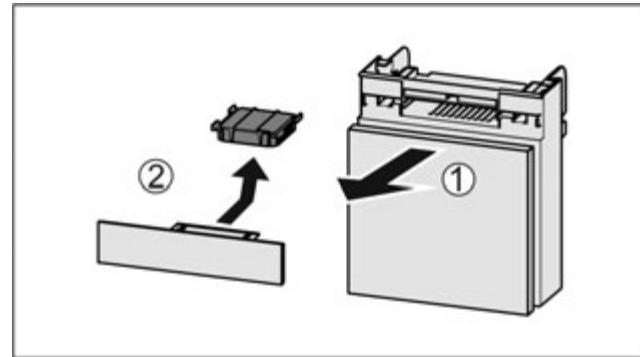

Fig. 87
- Потягніть Fig. 87 (1) відділення вперед.
- Витягнути Fig. 87 (2) фільтр з активованого вугілля.